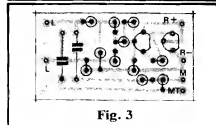
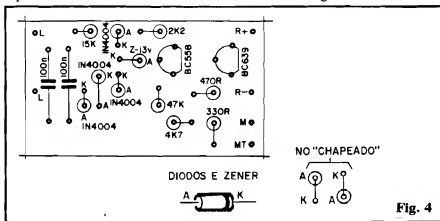

Fig. 3
Fig. 4
- FIG. 3 - "Chapeado" básico da montagem... Devido ao alto grau de compactação, tornou-se praticamente **impossível** demarcar diretamente nesse **lay out** básico (que encontra-se, na figura, em escala 1:1) os valores, códigos, polaridades, etc., dos componentes, conforme é costume nas montagens de APE (a figura deve, então, ser analisada e considerada **em conjunto** com o próprio diagrama - fig. 4...). Serve, contudo, para parametrar o posicionamento real das peças e também para indicar os terminais de conexões externas (também detalhados nas próximas figuras...). Aos principais, lembramos que num "chapeado" a placa surge vista
- FIG. 4 - Agora em "escala dobrada", o "chapeado" é revisto incluindo os valores, códigos e polaridades de todos os componentes... Observem, principalmente, as posições e codificações dos dois transístores. Como todos os resistores e **diodos** são montados "em pé", a identificação dos terminais de **anodo** (A) e **catodo** (K) destes últimos, exige um cuidado extra. Na mesma figura temos a aparência dos diodos (vale também para o **zener**), com seus terminais devidamente identificados e codificados, ao lado das duas estilizações adotadas no "chapeado" (com as correspondentes marcações dos seus terminais "A" e "K"...). Lembramos que **todos** os componentes devem ser inseridos até que seus corpos fiquem tão rentes à placa quanto possível (de modo que a "espessura" final do circuito mantenha-se mínima...). Terminadas as soldagens (que devem ser feitas a partir de todos os cuidados cos-